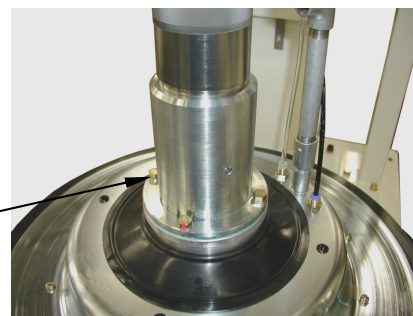

Fig.7.3
- 3) インダクタープレートは、取付けボルト（M8×4 か所）を緩めて、取り外してください。（Fig.7.3）